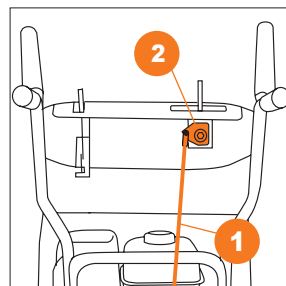

Рис. 17
- Подсоедините штангу рычага выбора передач **1** к кронштейну рукоятки панели управления и зафиксируйте шплинтом **2** (Рис. 17).